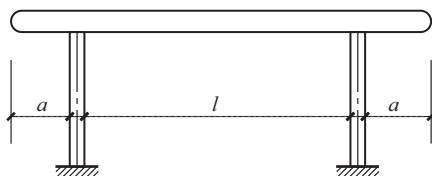

图 5-32 实验与讨论 5 图
- (1) 作用分布荷载的梁，求其内力时可用静力等效的集中力代替分布荷载。 ()
- (2) 无集中力偶和分布荷载的简支梁上仅作用若干个集中力，则最大弯矩必发生在最大集中力作用处。 ()
- (3) 梁内最大剪力作用面上也必有最大弯矩。 ()
5. 利用弯曲内力知识说明标准双杠的尺寸设计为 $a = \frac{l}{4}$ 的原因，如图 5-32 所示。